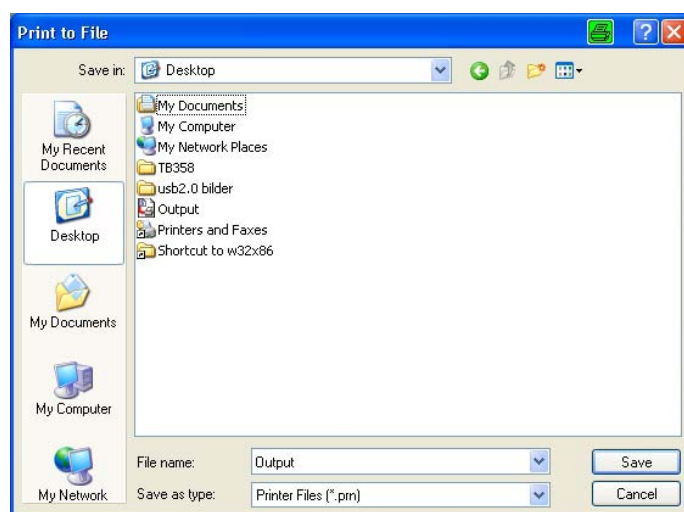

Abbildung 86: Dialogfeld „Ausgabe in Datei umleiten“
- Wählen Sie einen Dateinamen und einen Speicherort zum Speichern der Druckdatei aus. Verwenden Sie den Standarddateityp „.prn“ (Abkürzung für „printable file“) (siehe Abbildung 86).